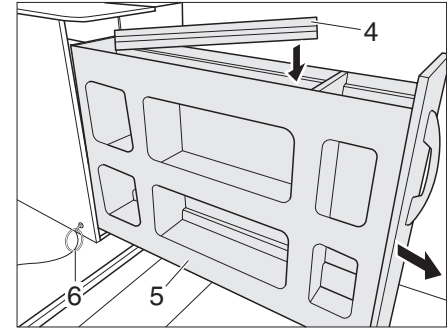

Bild 53 Auflageleisten verstauen
- ▶ An der Öse (Bild 53,6) ziehen. Die Arretierung des Ausziehschranks ist gelöst.
- ▶ Ausziehschrank (Bild 53,5) auf der rechten Seite des Fahrzeugs öffnen und die Auflageleisten (Bild 53,4) verstauen.